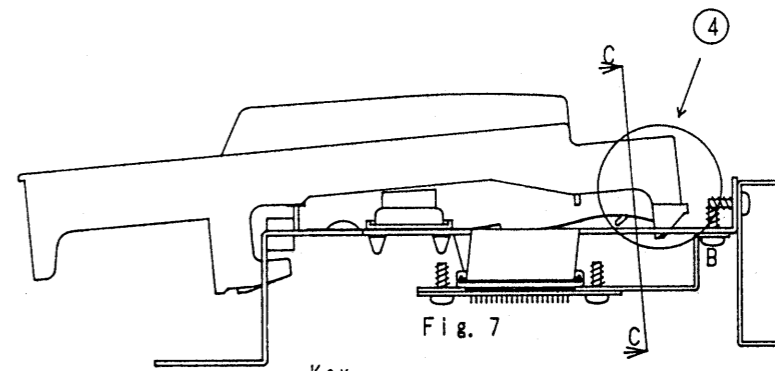
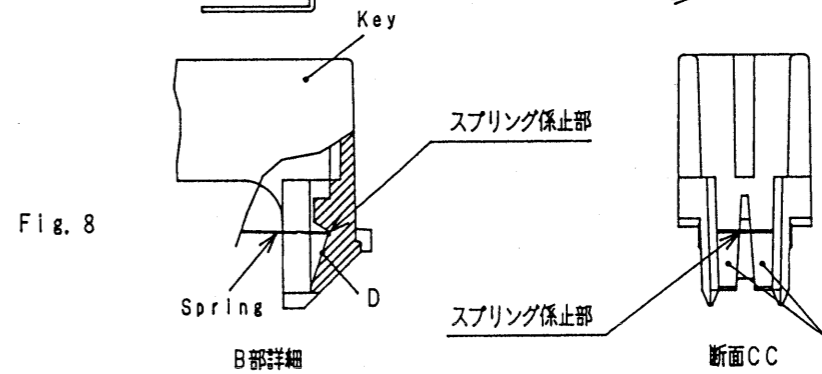

Fig. 7
Fig. 8
2. Referring to Fig.7 and Fig.8, fit the spring in the spring dent and press the key in the direction of ④.
2. スプリングをキースプリング係止部にあて (Fig.8参考) 方向4にKEYを押し込みます。
Firmly rest the spring on the spring dent (Fig.8). Don't let the spring stop at the slope D or else the key touch will differ from the previous sensitivity.
スプリングをFig.8に示すスプリング係止部に確実に係止しないと(斜面Dに止まる事がある)KEYタッチが変化します。